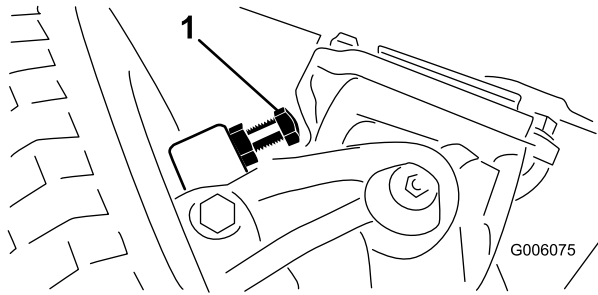

Figure 59
1. Vissez ou dévissez les boulons jusqu'à ce que l'écart correct soit obtenu (Figure 59).